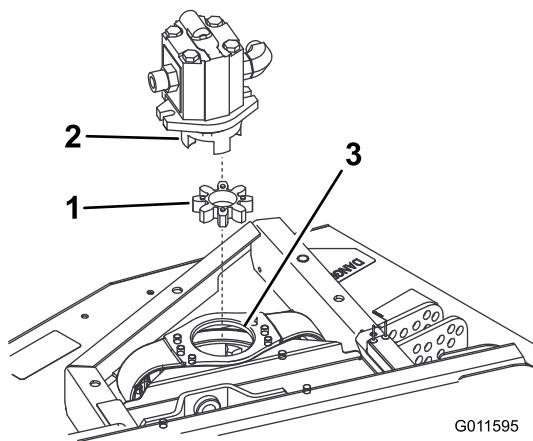

Figura 2
- Retire la araña de enganche elastomérico del interior del acoplamiento de la polea. Inspeccione la araña y cámbiela si está desgastada. Si no, guárdela para instalarla en la plataforma delantera nueva (Figura 2).
Nota: Inspeccione el cubo de enganche, y cámbielo si está desgastado (Figura 2).